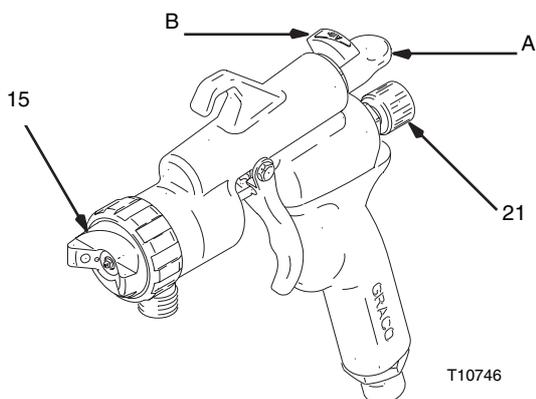

FIG. 6
La dirección y forma del chorro de pulverización están determinados por la posición del mando de selección del chorro (A), del mando de ajuste del líquido (21) y del cabezal de aire (15). Fig. 6.
El control de aire (B) controla el aire TOTAL que llega al chorro y a la pistola. Fig. 6.